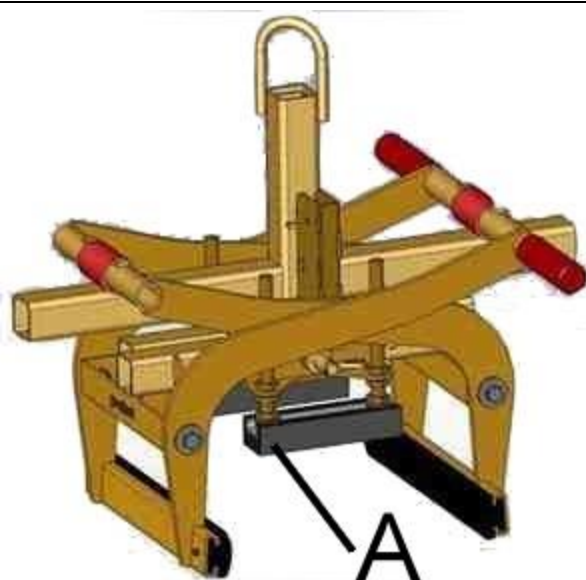
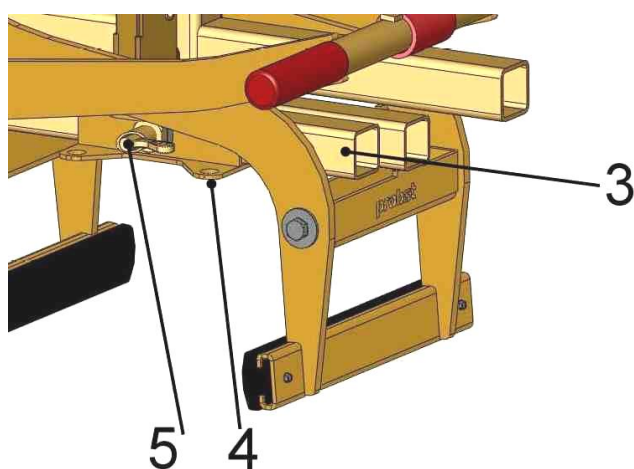

Abb.2
Abb.3
- Die Höhenverstellbare Auflage (A) wird an die Montageplatte für Höhenverstellbare Auflage (4) befestigt. → siehe Abb. 2 (bzw. Abb. 3)